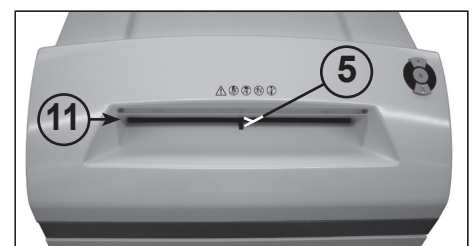

Fig. 3
- 5 = Dispositivo fotoeléctrico (avanço) (Fig. 3)**
11 = Ranhura de alimentação de papel (Fig. 3)
Alimentar o mecanismo de corte com papel através da ranhura de alimentação de papel (11) (Fig. 3).